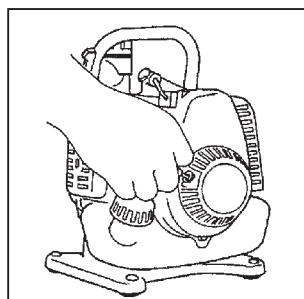

Рис. 2-4
1. Установить рычаг заслонки в положение CLOSED (ЗАКРЫТО) (1).
2. Установить дроссельный рычаг прибл. на 1/2 открытия дросселя (2).
3. Быстро потянуть возвратный стартер, крепко удерживая рычаг в руке и не позволяя ему защёлкиваться назад. (Рис. 2-4)